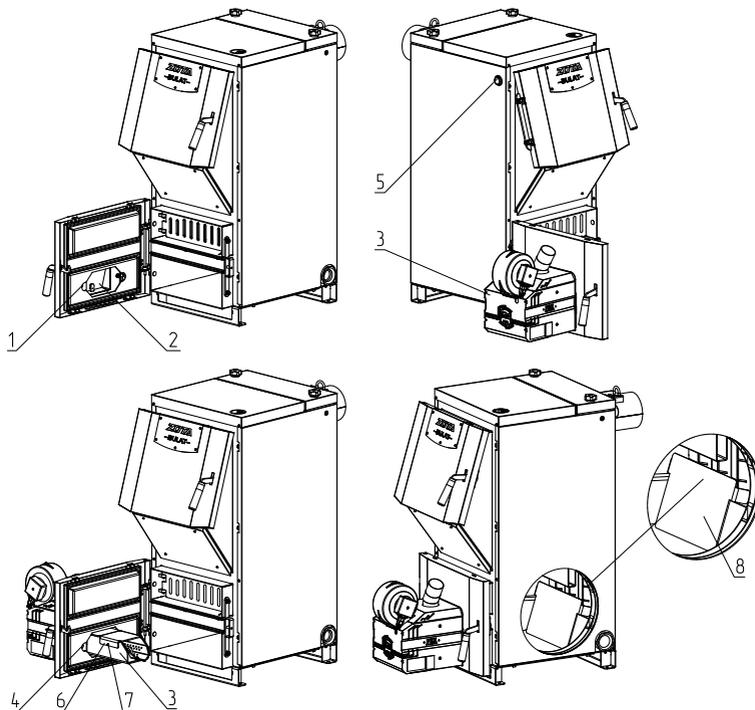

Рис. 11 Порядок установки pelletной горелки на твердотопливные котлы ZOTA Bulat 18, 23, 28, 35, 45
- Выкрутите две гайки М8 (Рис.11, поз.1) и снимите поддувало (Рис.11, поз.2).
- Снимите с горелки отбойник (Рис.11, поз.6) выкрутив винты (Рис.11, поз.7) и установите горелку (Рис.11, поз.3) на котел как показано на рисунке 11, затем установите отбойник обратно зафиксировав его винтами.
- Зафиксируйте горелку двумя гайками М8 (Рис.11, поз.4).
- Установите отбойник топки Zota Bulat (Рис.11, поз.8) в котёл как показано на рисунке 11.
Внимание! Запрещается эксплуатация pelletной горелки ZOTA Fox без установленного отбойника топки Zota Bulat (Рис.11, поз.8). Отсутствие отбойника топки Zota Bulat при использовании pelletной горелки приводит к прогару водонехолаждаемых поверхностей. В случае нарушений условий эксплуатации, рекламации не принимаются.
Отбойник топки (Рис.11, поз.8) выполняет защитные функции и в процессе эксплуатации из-за воздействия на него высоких температур может изнашиваться, поэтому он является расходным материалом и гарантия на него не распространяется.
- Для установки гильзы под датчики температуры и перегрева снимите пробку или тягорегулятор (если установлен) и установите гильзу (Рис.11, поз.7) в освободившееся отверстие.